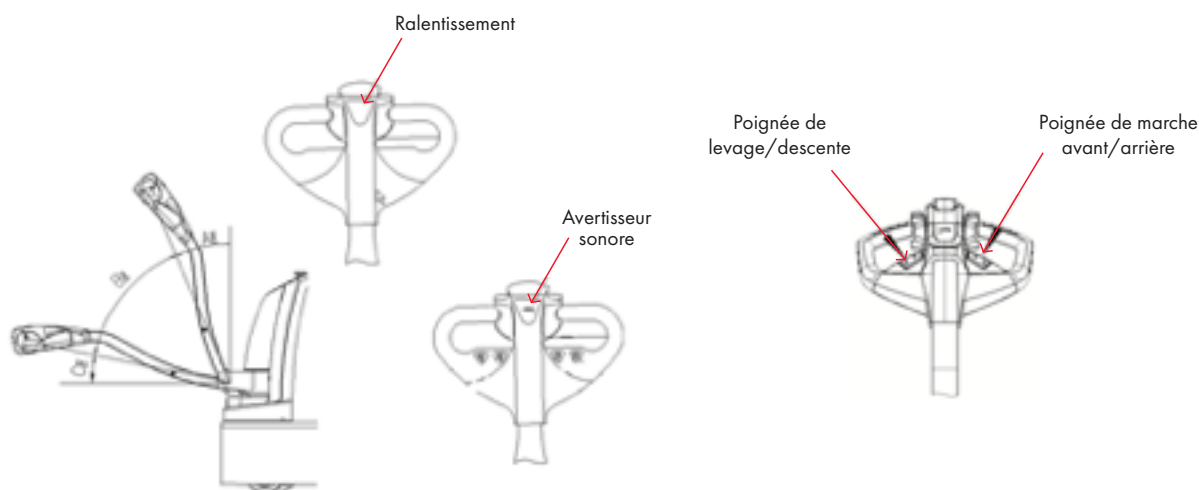

Figure 2
5.1.3 Vérifiez si le frein du chariot fonctionne normalement. Vérifiez les fonctions de levage, de descente, ainsi que les déplacements vers l'avant et vers l'arrière du chariot afin de vous assurer de leur bon fonctionnement. Vérifiez également si la fonction de marche arrière d'urgence du chariot fonctionne correctement selon la méthode indiquée à la Fig. 2.
Poussez la poignée vers la position A ou la position C, comme indiqué à la Fig. 2, pour freiner le chariot.
Poussez la poignée vers la position B, comme indiqué à la Fig. 2, pour faire avancer le chariot lentement ; vérifiez que le chariot peut se déplacer normalement en abaissant la poignée jusqu'à ce qu'elle soit horizontale.
Poussez la poignée vers la position B, comme indiqué à la Fig. 2, puis appuyez sur le bouton de marche arrière d'urgence situé au sommet de la poignée pour faire déplacer le chariot dans la direction opposée.